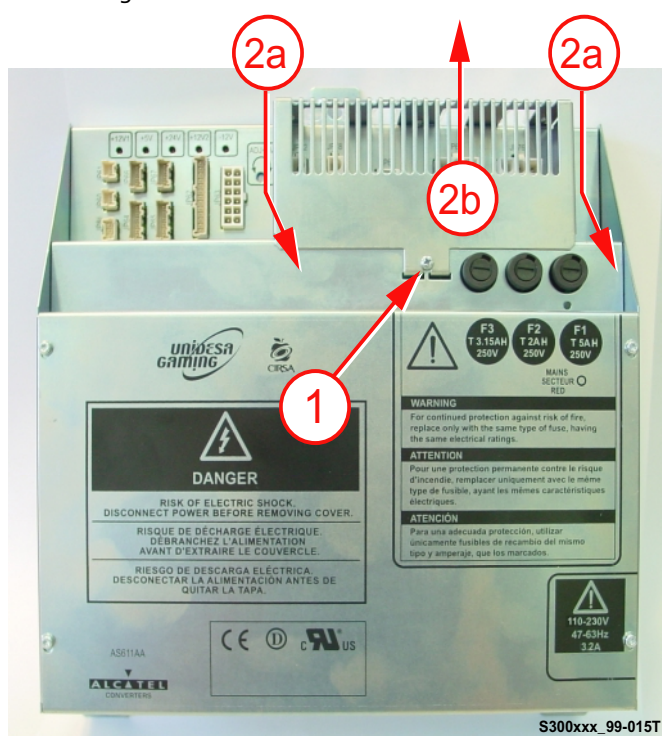

Figura 7.2.c Extracción del protector de los conectores de servicio.
- 2) Retire el tornillo que fija el protector de los conectores de servicio - elemento [1] en la Figura 7.2.c.